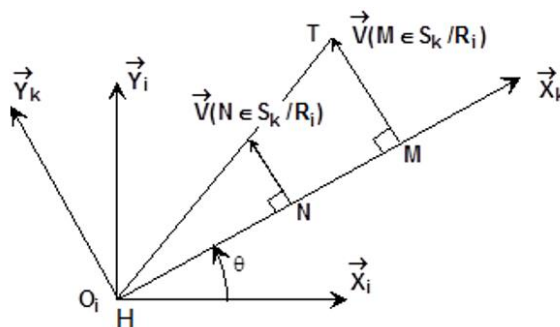

Figure 5 : Le module de la vitesse est proportionnel à la distance du point M à l'axe de rotation
- Le module du vecteur vitesse d'un point M, appartenant à un solide S en rotation par rapport au repère R, est proportionnel à la distance du point M à l'axe de rotation, Figure 5.